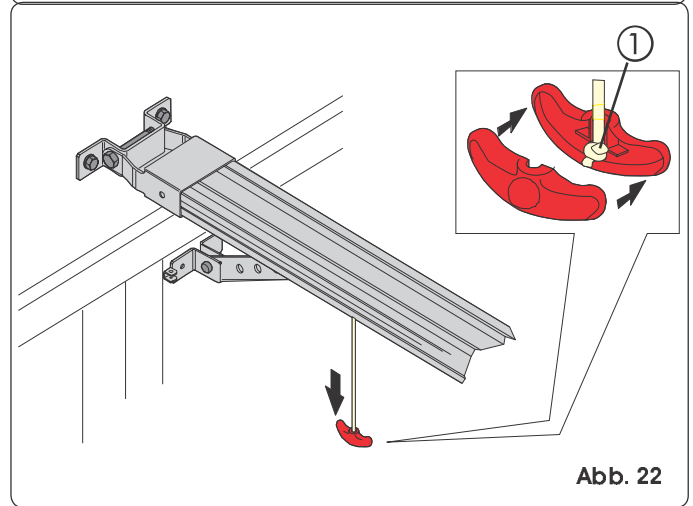

Abb. 22
- 2) Einen Knoten am Seilende schlingen und den Freigabeknauf zusammenbauen (Abb. 22).
- 3) Den Freigabeknauf nach unten ziehen und sicherstellen, dass das Tor manuell bewegt werden kann (Abb. 22).